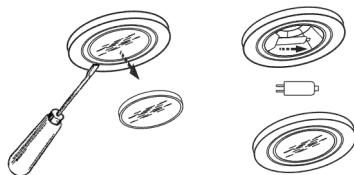

рис. 10
8.7 Замена галогенной лампы (рис. 10):